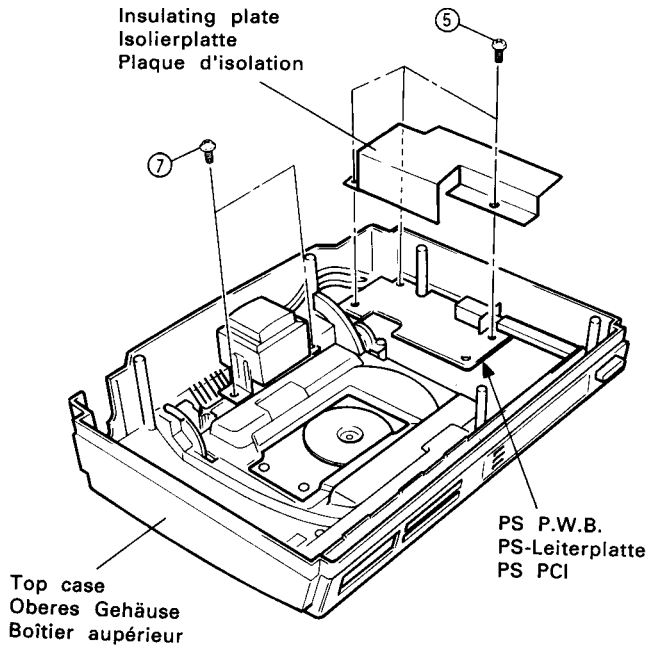

Fig.3
4. PS-Leiterplatte (Abb. 3)
6. Transformator ausbauen (Abb. 3)
4. Dépose du PS PCI (Fig. 3)
6. Dépose du transformateur d'alimentation (Fig. 3)